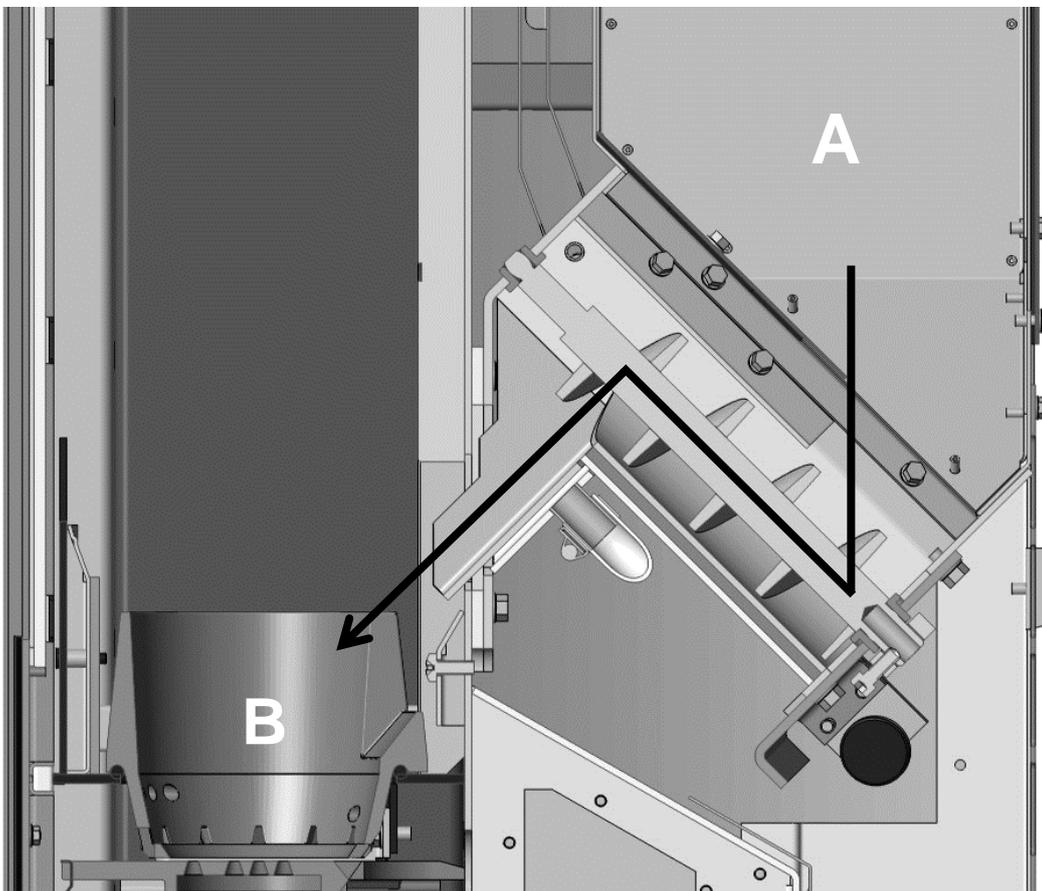

Abb. 61: Pelletransport im PO 03
Wurden zum ersten Mal Pellets eingefüllt bzw. ist die Förderschnecke ganz leer gelaufen, so müssen die Pellets (Abb. 61) erst durch die Förderschnecke transportiert werden, bis sie in den Brennerkopf (B) fallen können. In diesem Fall kann der Startvorgang / Zündung fehlschlagen, weil die Pellets zu spät in den Brennerkopf fallen. Um dies zu vermeiden wie unten beschrieben vorgehen. Dieser Vorgang dauert ca. 3-4 Minuten und muss auch jedes Mal wiederholt werden, wenn der Pelletbehälter (A) ganz leer gelaufen ist.